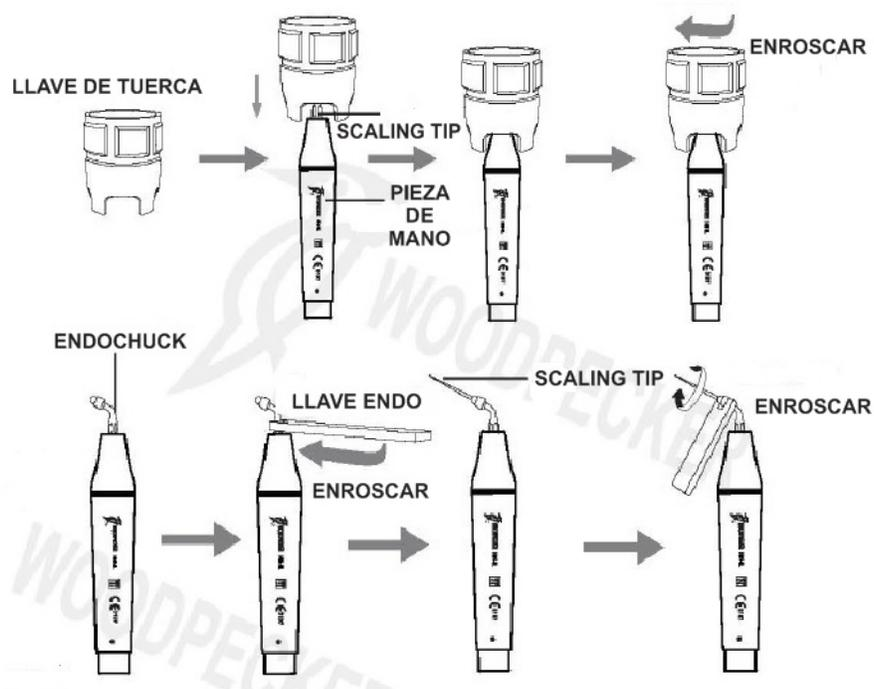

Figura 6
- i) Seleccionar un adecuado scaling tip según su necesidad, ajústala en la pieza de mano firmemente con la llave de ajuste.(Figura 6).
2.1.3.- Instrucciones de la llave de ajuste (Ver figura 6).
- 1. Colocar el Scaling tip dentro de la llave de ajuste; como se muestra en la figura 6.
- 2. Instalación del Tip: Sostener la pieza de mano, girar la punta con la llave de ajuste en la dirección mostrada en la figura 6. Girar una vuelta más cuando la punta se detenga, entonces el tip estará instalado.
- a) Fijar el Endochuck a la pieza de mano con la llave para endo.(Ver figura 6)